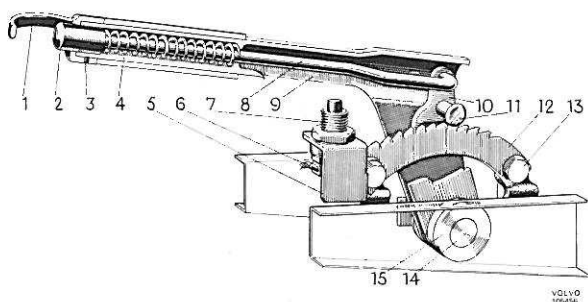

Figure 115. Levier de frein à main, 1800
4. Enlever la vis d'arrêt (3, figure 115) et démonter l'étrier (1) et le bouton (2). Sortir le ressort du levier (3, figure 115). Enlever le rivet (11) et sortir la tige-poussoir (8) et le cliquet de blocage (10).